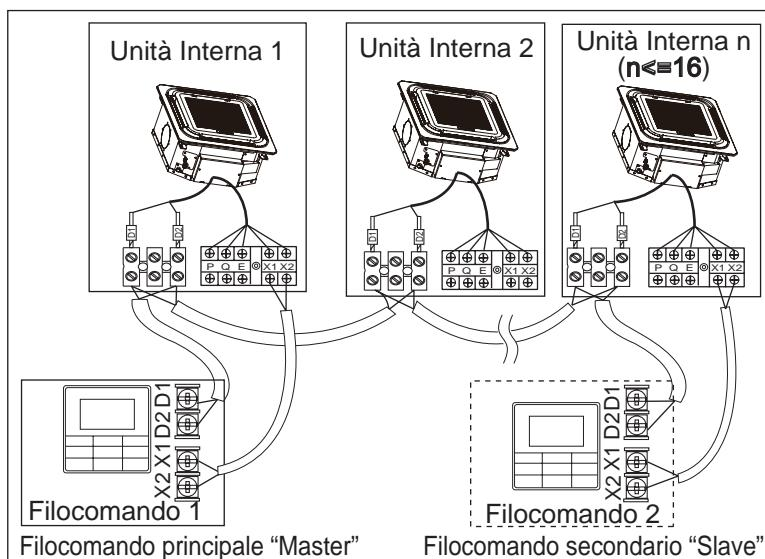

Fig. 6.8
- Utilizzare 1 Filocomando per il controllo di più Unità Interne, oppure 2 Filocomandi (1 principale “Master” e 1 secondario “Slave”) per il controllo di più Unità Interne (vedi Fig. 6.8).